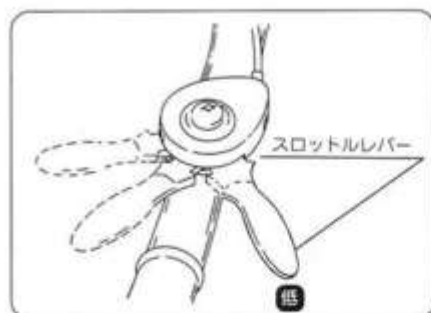

図22
- ① スロットルレバーを〔低速〕にもどし、停止スイッチを〔OFF〕位置にしてください。(図22・23)